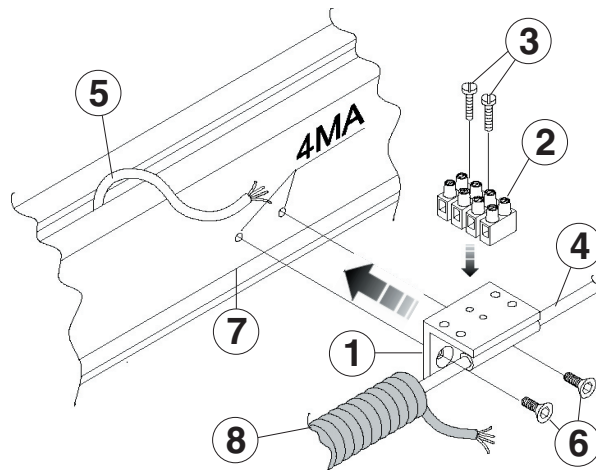

Fig.15
O comprimento do perfil da passeadeira de terra (FIG.15-Ref.1), deve ser igual ao percurso da folha (L) mais 10 mm em ambas as extremidades que servem para a fixação dos blocos de final de curso (FIG.15-Ref.2).
Fixar ao chão, com os respectivos parafusos, o perfil da passeadeira do chão (FIG.15-Ref.1) furando as duas passeadeiras laterais do perfil aproximadamente a cada 200-300mm.
Depois de ter terminado a fixação do perfil da passeadeira do chão, introduzir nas duas passeadeiras laterais externas as juntas cobre-parafusos (FIG.15-Ref.4).
Introduzir o perno guia folha na passeadeira central do perfil da passeadeira do chão, colocar os dois blocos de final de curso (FIG.15-Ref.2) nas extremidades do perfil bloqueando-os com os parafusos (FIG.15-Ref.3).